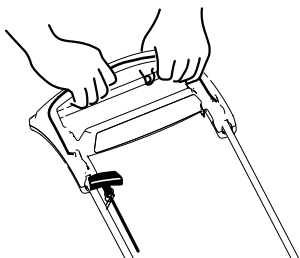

Figure 18
- Maintenez la barre de commande de la lame contre le guidon (Figure 18).